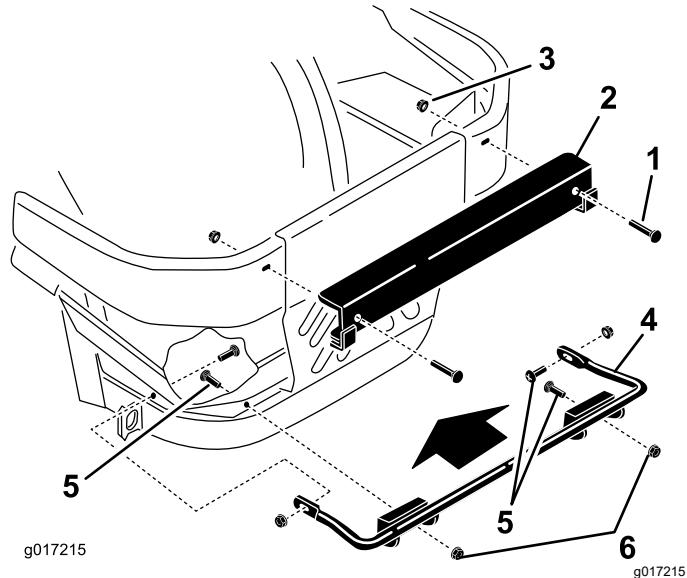

Figura 5
1. Fixez le support inférieur sur la machine à l'aide de 4 boulons de carrosserie ($\frac{3}{8} \times 1\frac{1}{4}$ po) et de 4 écrous à embase (grande embase – $\frac{3}{8}$ po), comme montré à la Figura 5.
2. Fixez le support supérieur sur les pare-chocs gauche et droit à l'aide de 2 boulons de carrosserie ($\frac{1}{2} \times 2\frac{1}{2}$ po) et de 2 écrous à embase ($\frac{1}{2}$ po), comme montré à la Figura 5.